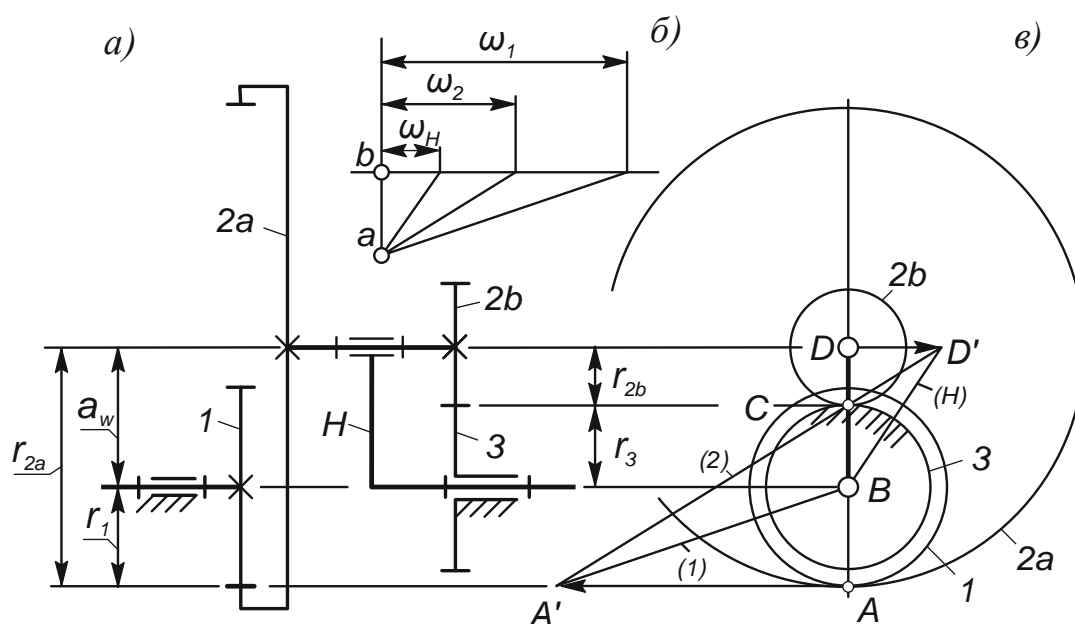

Рис. 6. Картины скоростей планетарной передачи
Для самоконтроля передаточное отношение планетарной передачи определяют также графически. Это делают с помощью картины скоростей – сначала линейных (рис. 6, в), затем угловых (рис. 6, б).
Для повышения точности отрезок AC – он же a_w – (рис. 6, в, а) должен быть как можно больше, например в 1/2 листа по вертикали. При этом придётся мириться с тем, что некоторые окружности возможно не впишутся в лист. Важно лишь, чтобы вписались центры колёс – B, D и полюса зацеплений – A, C .
Чтобы построить картину угловых скоростей, на вертикальной прямой откладывают произвольный отрезок ab (см. рис. 6, б). Через точку b проводят горизонталь. Из точки a проводят пучок лучей, параллельных линиям распределения скоростей (H), (2), (1) (см. рис. 6, в). Лучи отсекают на горизонтали отрезки, пропорциональные угловым скоростям ω_H , ω_2 , ω_1 , соответственно. Искомое передаточное отношение определяют по формуле
8. По вычисленным радиусам начертите фронтальную проекцию вашей планетарной передачи – вид вдоль оси вращения водила. В разобранный выше примере это вид b , рис. 6.